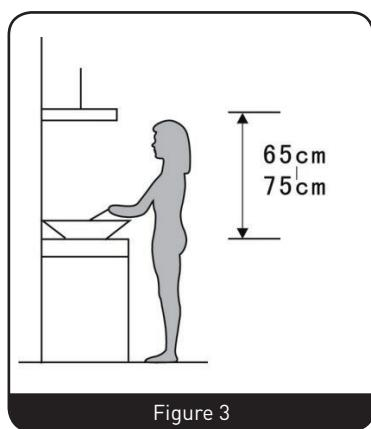

Figure 3
- C. La hotte aspirante doit être placée à une distance de 65-75 cm au-dessus du plan de cuisson pour une efficacité optimale. (Figure 3)